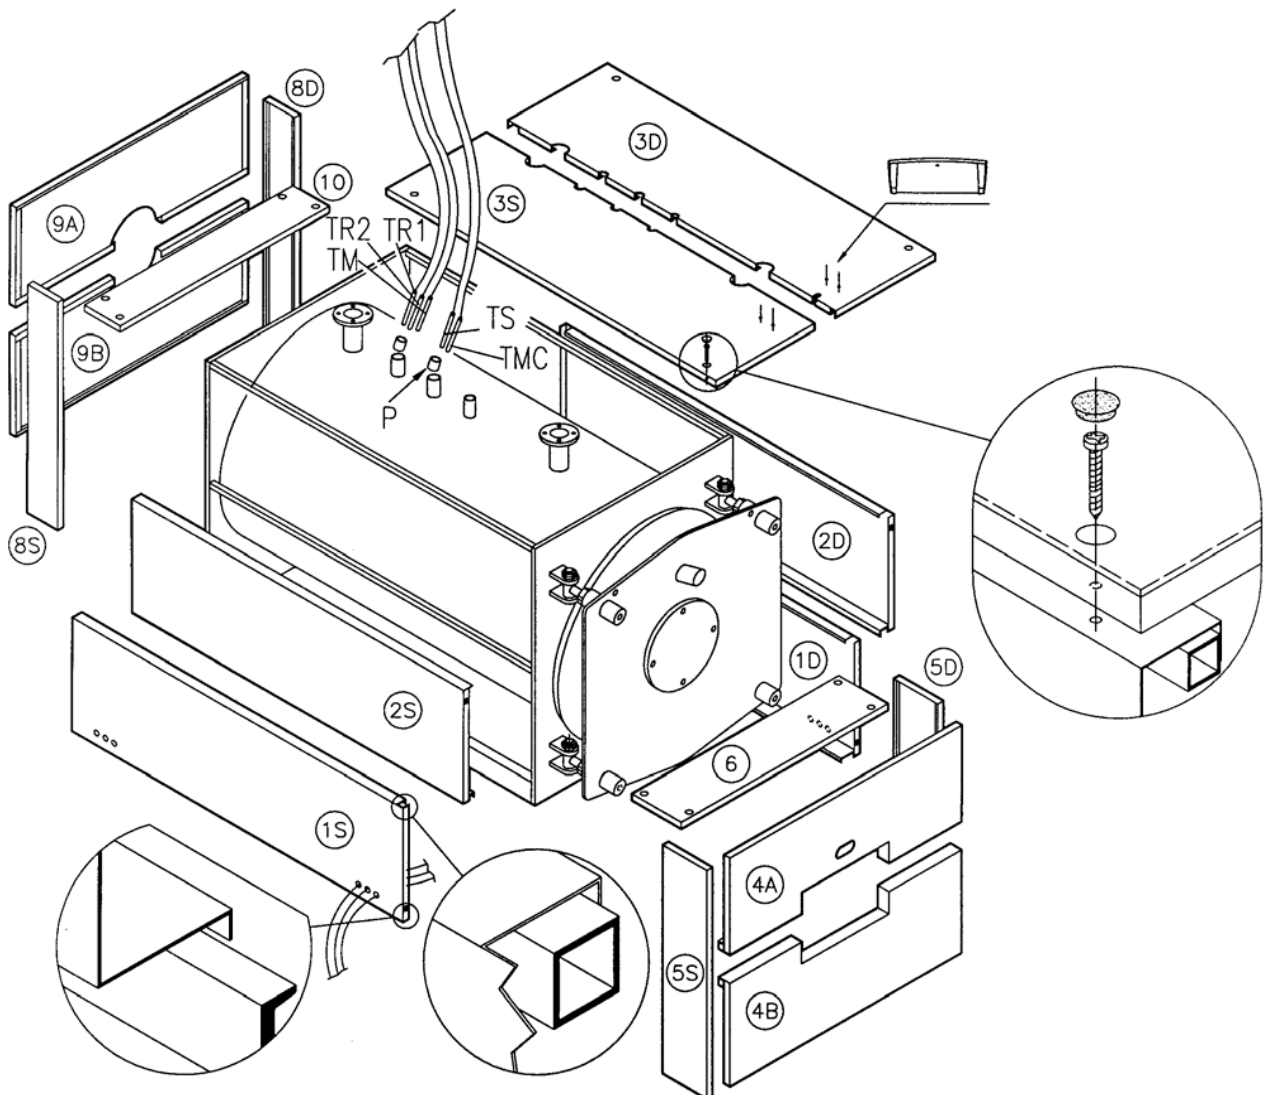

Fig. 9
4.3 HABILLAGE CHAUDIERE REX/REX F/REX K/REX K F 50÷130 (Fig. 9)